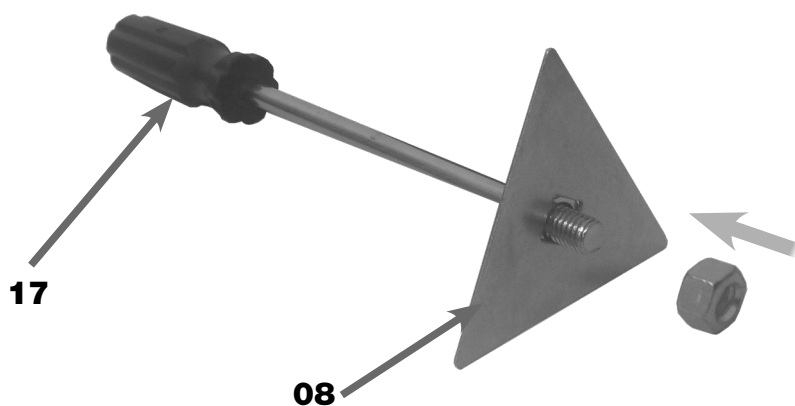

FIGURA 09 – Raspador
1. RETIRAR a primeira Porca do Cabo Raspador (17);
2. ENCAIXAR o Raspador (08) na ponta do Cabo (17);
3. APERTAR a rosca do Cabo (17) para fixar o Raspador (08) (figura 09).